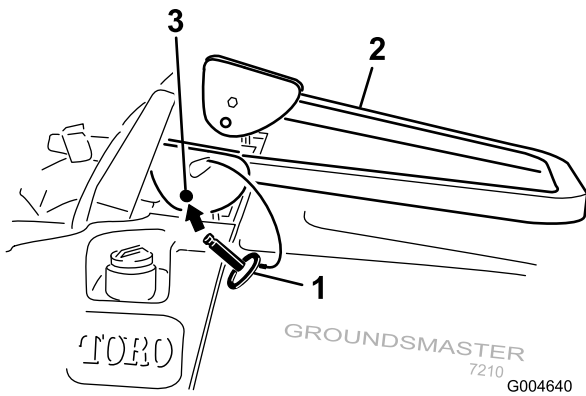

Bild 11
2. Senken Sie den Überrollbügel ab (Bild 11).